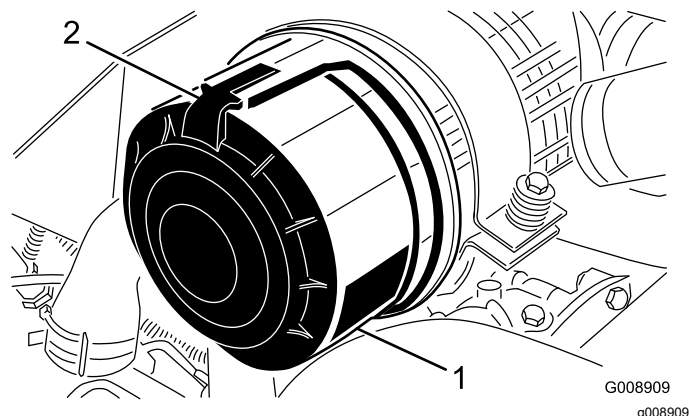

Figure 51
1. Desserrez les fixations qui maintiennent le couvercle sur le boîtier du filtre à air (Figure 51).